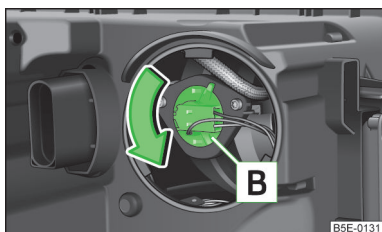

Fig. 215
- Faire tourner la douille de l'ampoule [B] » fig. 215 en sens **antihoraire** jusqu'en butée et la faire sortir.